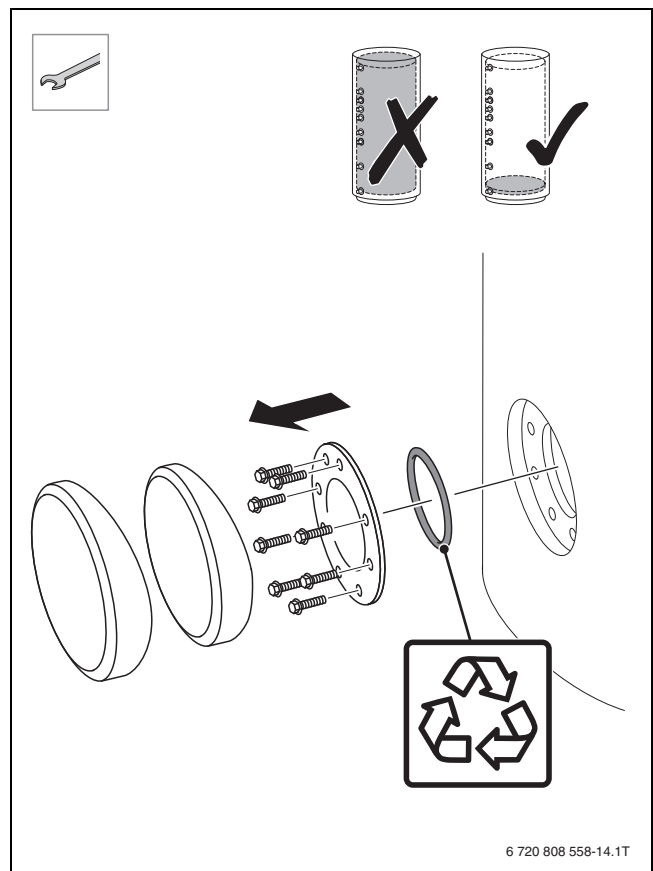

Fig. 19
- ▶ Демонтируйте крышку люка (→ рис. 19, стр. 78).